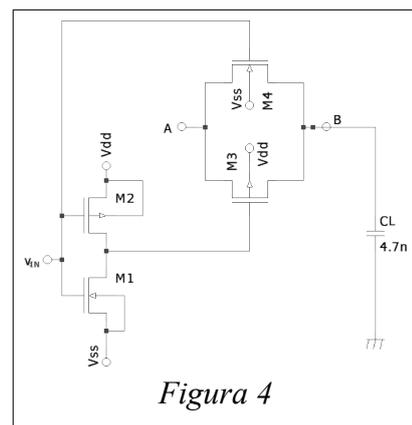

Figura 4
Objetivo: Construir un circuito de Sample and Hold como el mostrado en la figura 4. Los transistores M3 y M4 funcionan como llave CMOS, y el inversor implementado con M1 y M2 sirve para generar la señal de control (invertida) de M3.
- Arme el circuito de la figura 4 con $V_{DD}=4$ V, $V_{SS}=-4$ V y $C_L=4.7$ nF